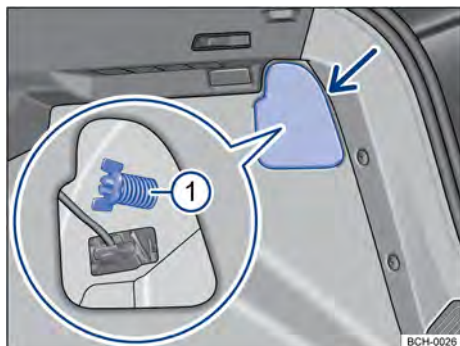
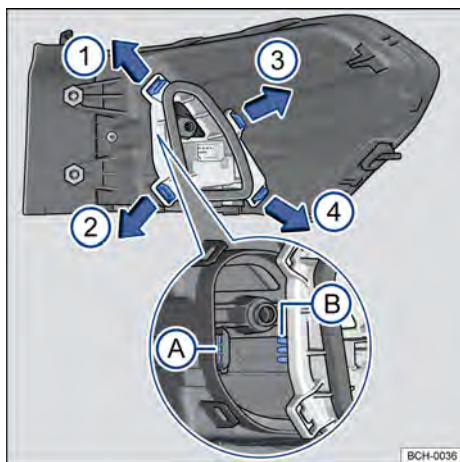

Fig. 175 No compartimento de bagagem: desinstalar cobertura e retirar o parafuso borboleta ❶ (lupa).
Fig. 176 Lanterna traseira: desinstalar o suporte das lâmpadas
- ❶ Observar a lista de controle e executar as ações → Página 232.
- ❷ Abrir a tampa traseira → Página 73.
- ❸ Para abrir a cobertura da lanterna, girar a trava → Fig. 175 (seta).
- ❹ Abrir a cobertura junto com a trava para o lado.
- ❺ Soltar o parafuso borboleta ❶ (lupa) e retirá-lo, segurando, ao mesmo tempo a lanterna traseira.
- ❻ Puxar cuidadosamente a lanterna traseira para fora, para desencaixá-la da carroceria → ❶.
- ❼ Desencaixar o conector de alimentação das lâmpadas da lanterna, para remover totalmente a lanterna.
- ❽ Colocar a lanterna traseira sobre uma superfície limpa e lisa.
- ❾ Para destravar o suporte das lâmpadas, pressionar cada lingueta de travamento → Fig. 176 no sentido das setas.
- ❿ Remover o suporte das lâmpadas cuidadosamente.
- ⓯ Instalar o suporte das lâmpadas na lanterna traseira, com atenção no encaixe das lâminas de contato na carcaça → Fig. 176 A e B. As linguetas de travamento devem encaixar de forma audível obedecendo a sequência → Fig. 176 ❶, ❷, ❸ e ❹.
- ⓲ Segurar a lanterna traseira na posição de montagem com uma das mãos e aparafusar com a outra o parafuso borboleta → Fig. 175 ❶.